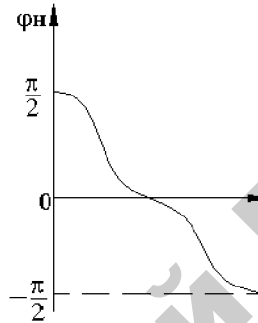

Рисунок 3.6 – Фазочастотная характеристика УК
3. Фазочастотная характеристика (ФЧХ), $\varphi = f(f)$ (рисунок 3.6).